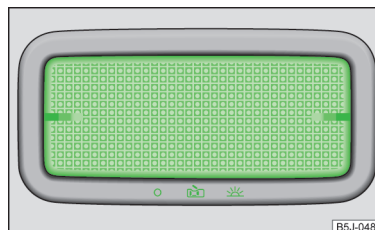

Abb. 96
- › Das Abdeckglas in Stellung **☞** » Abb. 96 bringen.
- › Das Abdeckglas in Stellung **O** » Abb. 96 bringen.
- › Das Abdeckglas in die mittlere Stellung **☞** » Abb. 96 bringen.